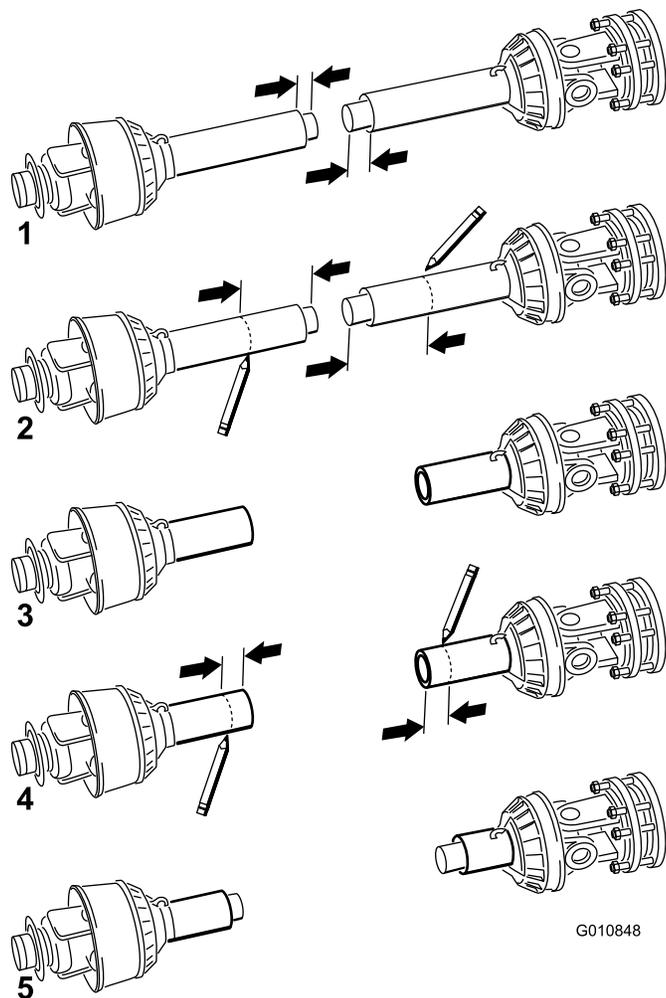

図 17
11. 外側シャフトと内側シャフトを分離する (図 17; 図の 1)。
12. 各シャフトの端から安全シールドまでの距離を測る (図 17; 図の 1)。それぞれの距離を記録する。
13. 手順 8 で決定した寸法位置を、各 PTO シャフトのシールド上で測り、マーキングしてシールドを切り落とす (図 17; 図の 2 と 3)。
14. 手順 11 で決定した寸法を使って、安全シールドのみを切断し、各シャフト部分が露出するようにする (図 17; 図の 4 と 5)。